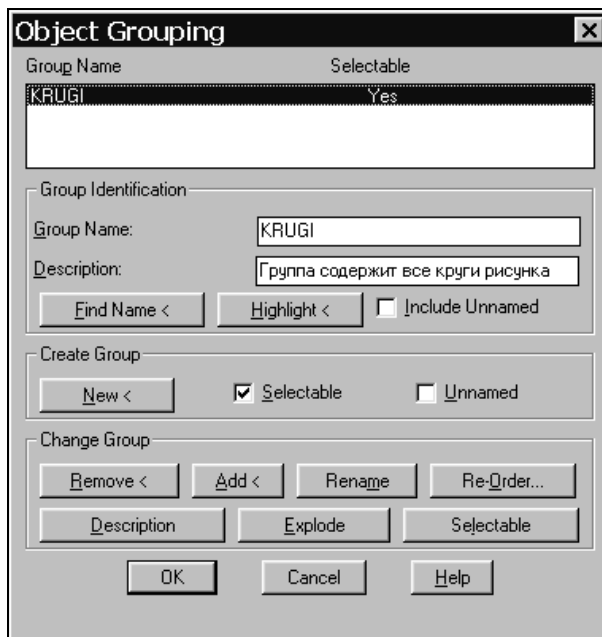

Рис. 5.4. Диалоговое окно для управления группами объектов
1. В командной строке введите **GROUP** (ГРУППА) и нажмите клавишу <Enter>. Появится диалоговое окно **Object Grouping** (Группы объектов) (рис. 5.4).